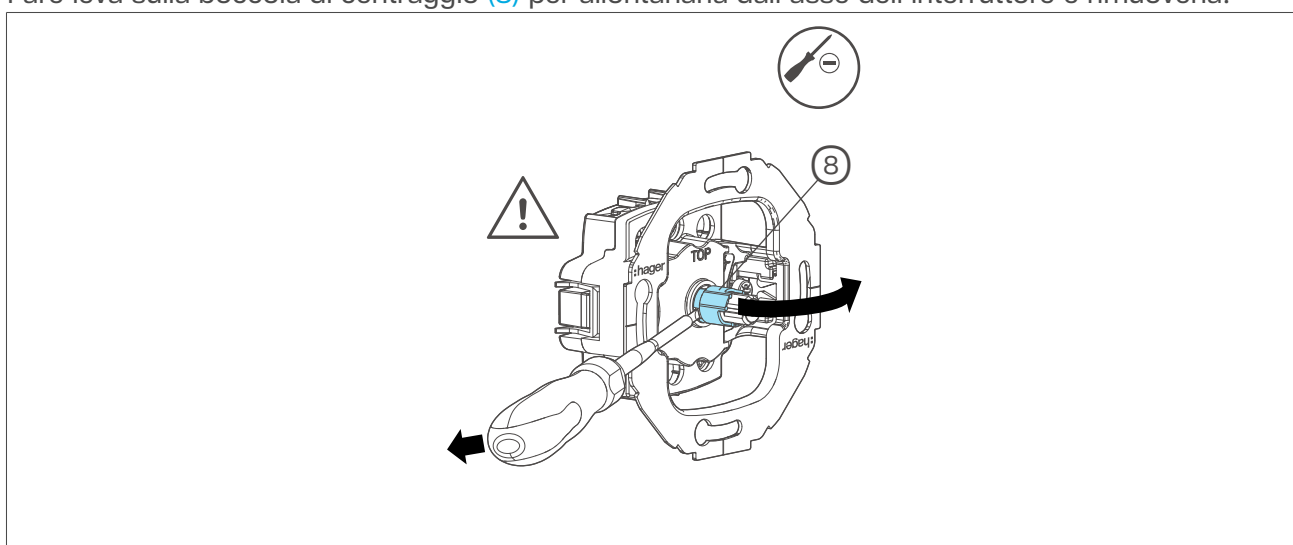

Fig. 3: Rimozione della boccola di centraggio
- 💡 – Rimuovere la boccola di centraggio dall'asse dell'interruttore (Fig. 3).